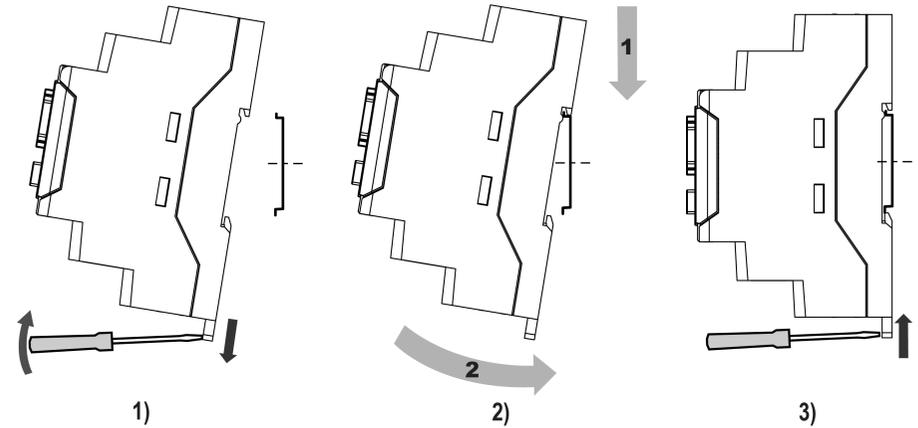

Рисунок 5.2 – Монтаж прибора
2. Вставив отвертку в проушину, оттянуть защелку (см. рисунок 5.2, 1). Установить прибор на DIN-рейку.
3. Прижать прибор к DIN-рейке (см. рисунок 5.2, 2, стрелки 1 и 2). Отверткой вернуть защелку в исходное положение.